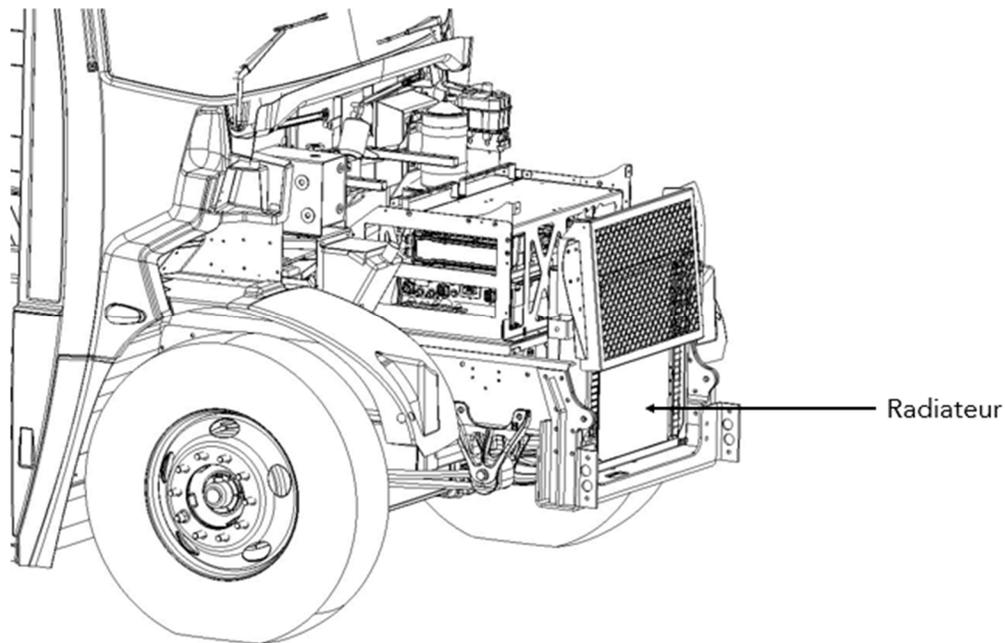

Figure 2 - Radiateur
1. Localisez le radiateur du véhicule (Figure 2).